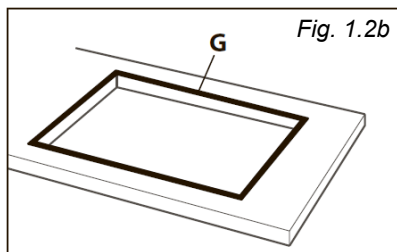

Fig. 1.2b
- Estender a junta "G" sobre o rebordo do recorte feito, tendo cuidado para sobrepor as bordas de junção (fig. 1.2b).